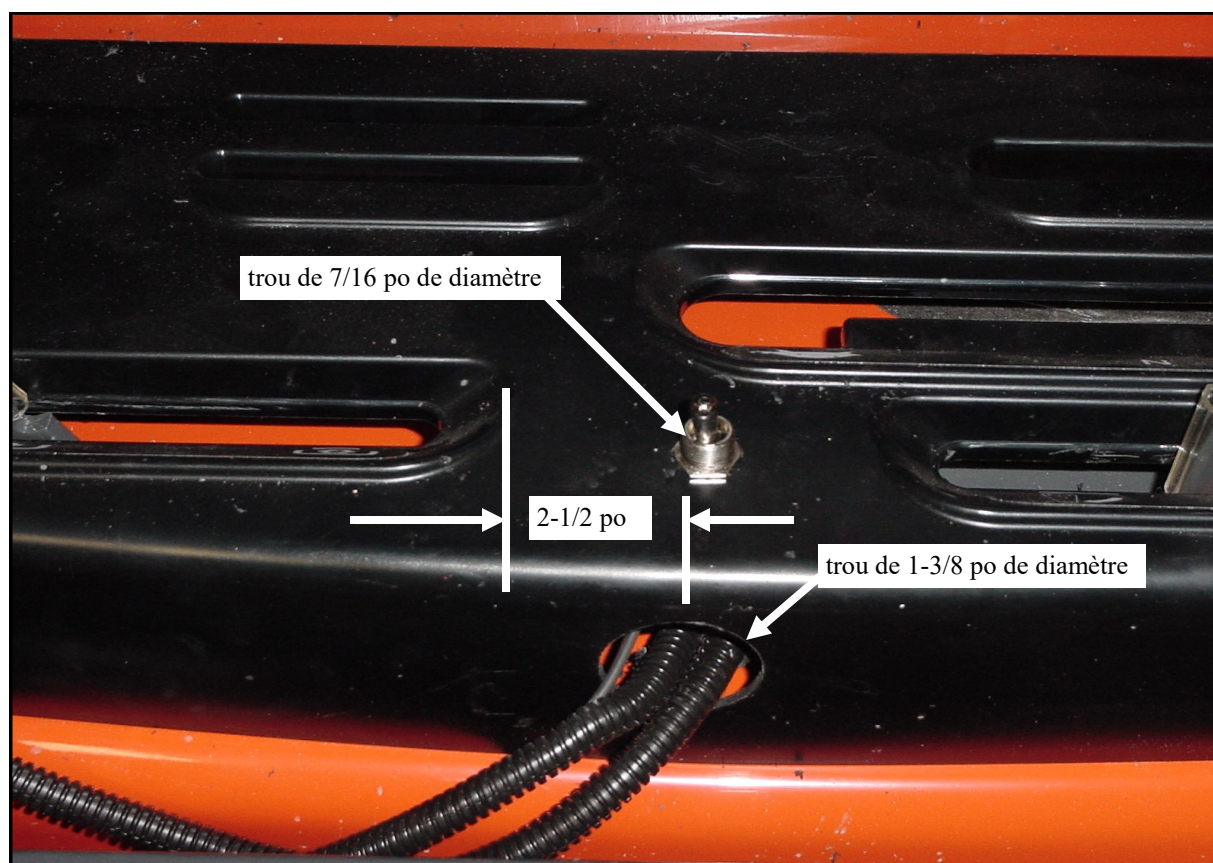

Figure 1
- A. L'interrupteur à bascule devrait être installé sur la linceul de plastique, près des commandes sur l'aile droite. Comme l'indique la figure 1, commencer par percer un trou de 7/16 po centré entre le réglage de la hauteur de la fixation et les leviers de prise de force. **MISE EN GARDE : vérifier la hauteur sous la linceul en passant par la fente du contrôle de la vitesse avant de percer afin d'éviter les dommages.**
- B. Conformément aux dimensions de la figure 1, percer un trou de 1-3/8 po sur le côté de la linceul de plastique afin de faciliter l'installation et le câblage de l'interrupteur.